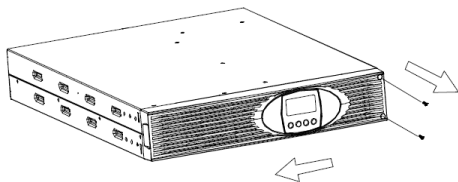

Figura 5: Smontaggio del pannello frontale
2. Rimuovere il pannello frontale (vedi Figura 5). Svitare prima le due viti sul lato destro del pannello. Successivamente spingere il pannello verso sinistra.